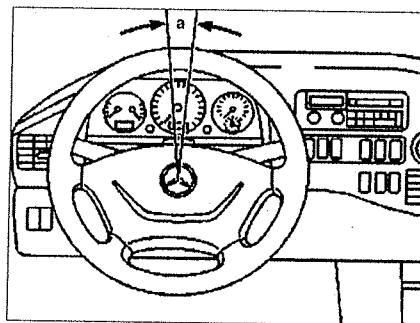

Рис. 1.35. Проверка свободного хода рулевого колеса.
5. Проверьте свободный ход **a** рулевого колеса (см. рис. 1.35). Поверните рулевое колесо слева направо от начала до конца. Если свободный ход больше допустимого, проверьте свободный ход тяг рулевого